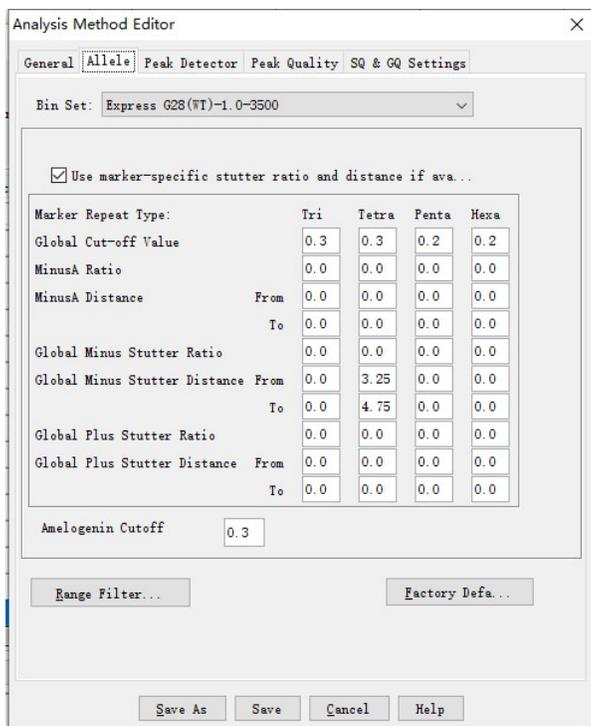

Рисунок 18. Вкладка аллеля Allele программного обеспечения GeneMapper® ID-X.
9.4.6. Выберите вкладку Allele (Аллель; рис. 18).